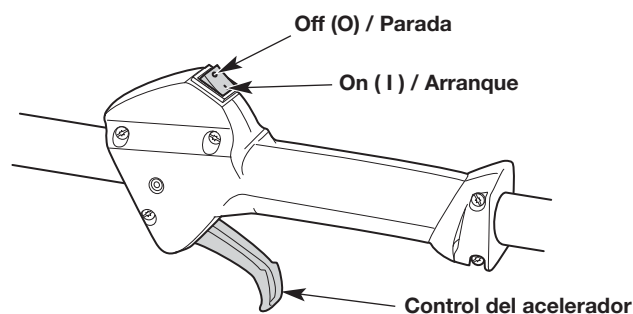
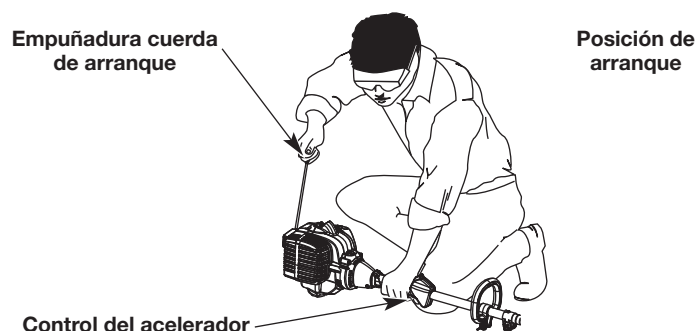

Fig. 8
Fig. 10
**ADVERTENCIA:** Se debe evitar arrancar accidentalmente la unidad. A fin de evitar que se produzcan lesiones graves, el operador y la unidad deben estar en una posición estable cuando se jala la cuerda de arranque (Fig. 10).
**NOTA:** No es necesario encender la unidad. El interruptor de encendido/apagado está en la posición ON (1) (encendido) en todo momento (Fig. 8).
5. Agacharse en la posición de arranque (Fig. 10).
6. Apriete el control del acelerador (Fig. 8) y tire de la cuerda de arranque con un movimiento controlado y firme **5 veces** (Fig. 10).
2. Oprima y mantenga apretado el interruptor de encendido/apagado en la posición OFF (O) (apagado) hasta que el motor se pare por completo (Fig. 8).